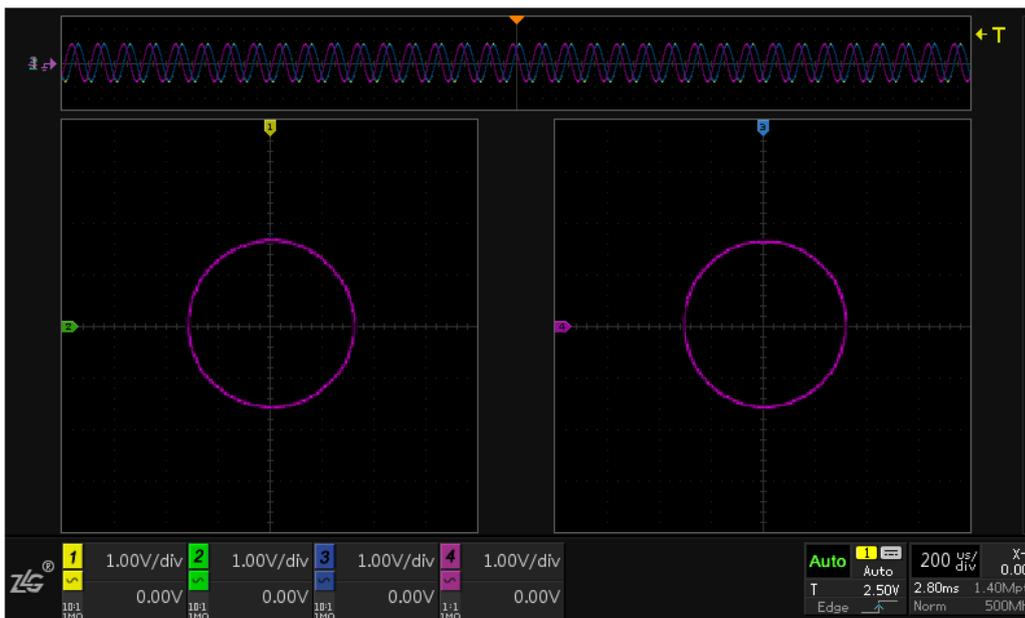

图 9.12 圆
- 当 $\Phi = \pi/2$ 并且 $A=B$ 时，得到 X 和 Y 的关系为 $A^2(\sin\omega t)^2 + A^2(\cos\omega t)^2 = A^2$ ，此时波形即为以 A 为半径的圆，如图 9.12 所示。